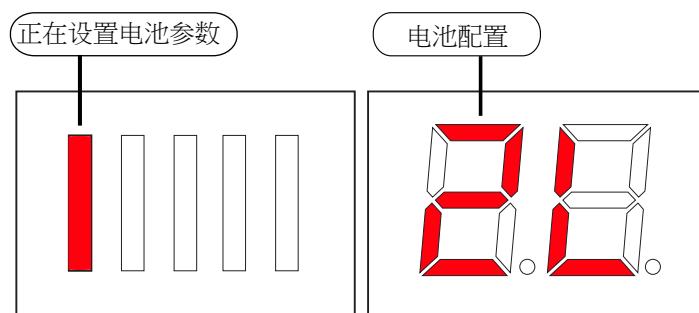

图 5. 电池参数设置
在非设置状态下按遥控器的⑤键进入设置状态，第1个设置的参数选项就是电池配置参数设置，此时，前面板的显示如图5。用户可通过遥控器的“上/下”方向键